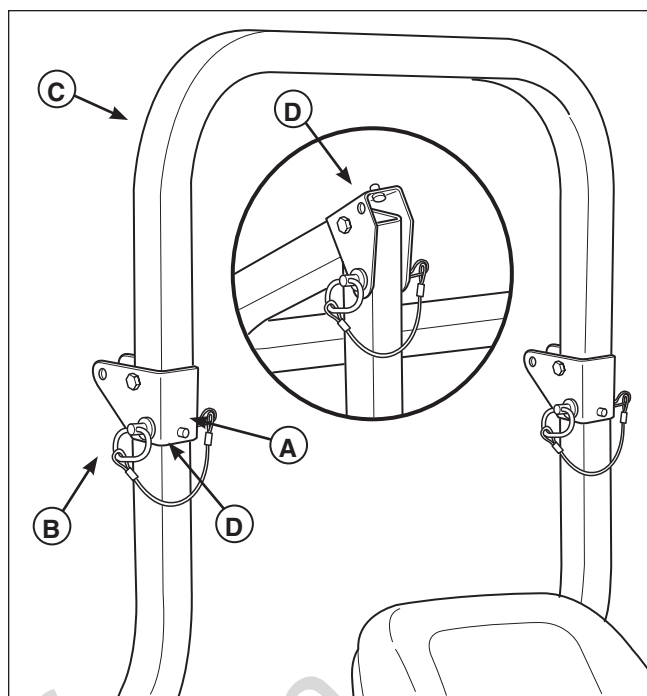

Figura 8. Levantar y bajar la barra antivuelco
1. Jale las horquillas (A, Figura 8) fuera de los pines de retención (B).
2. Empuje o jale la parte superior de la barra antivuelco (C) hacia adelante, contra los topes de caucho (D), y quite los pines de retención (B).
3. Baje la barra antivuelco hasta la posición inferior (consulte el inserto, Figura 8).